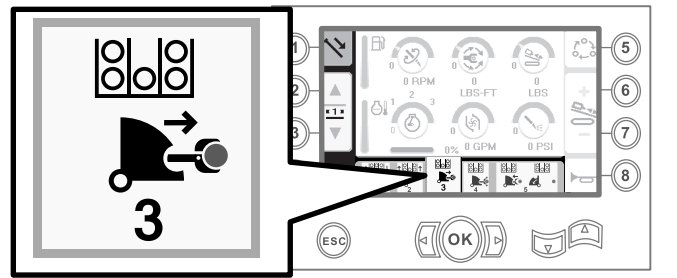

Figura 31
- Suelte el interruptor basculante para continuar con el paso siguiente de la secuencia (Figura 31).